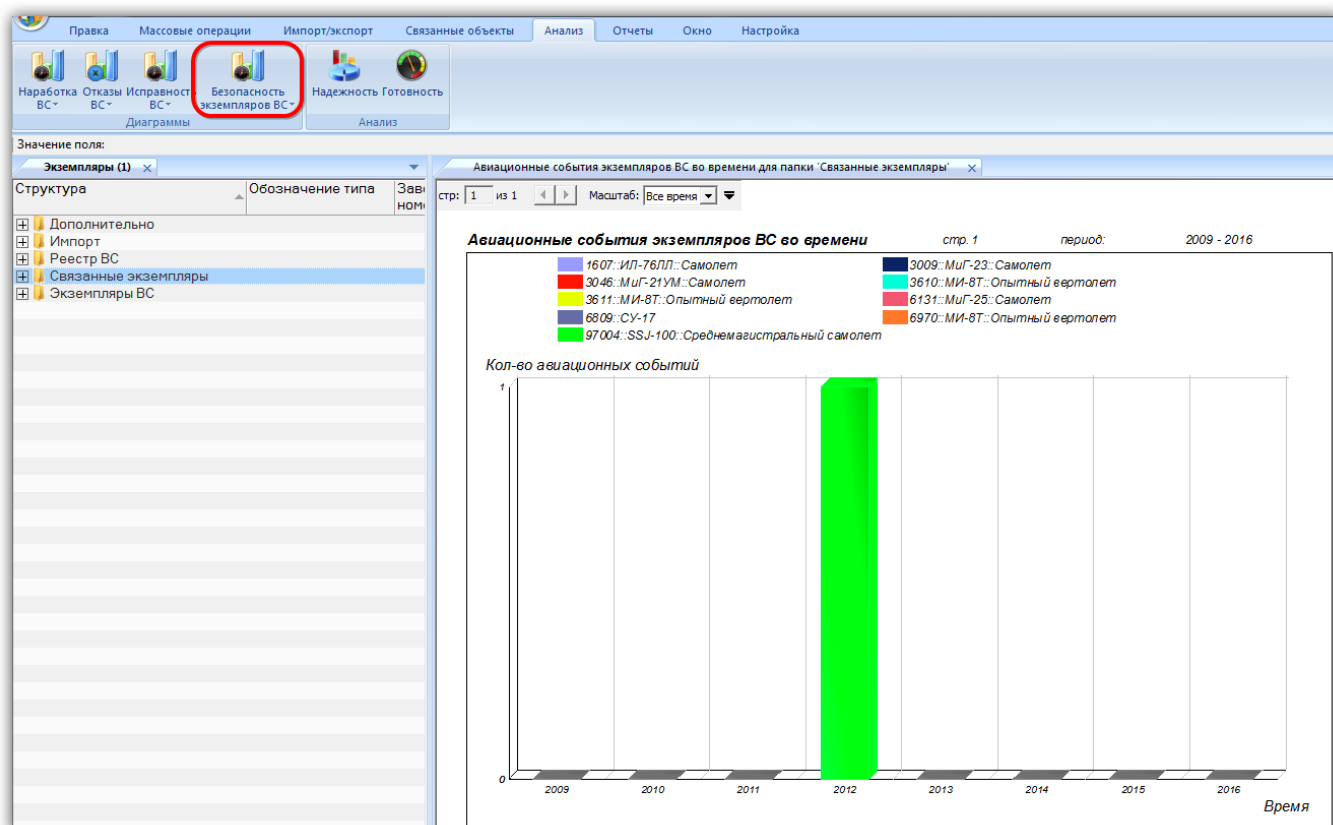

Рис. 13-449 – Построение диаграммы по авиационным событиям экземпляров ВС во времени
3) Нажать кнопку «Безопасность экземпляров ВС» панели «Диаграммы» на вкладке «Анализ» и выбрать пункт «Распределение количества происшествий во времени» (рис. 13-449).